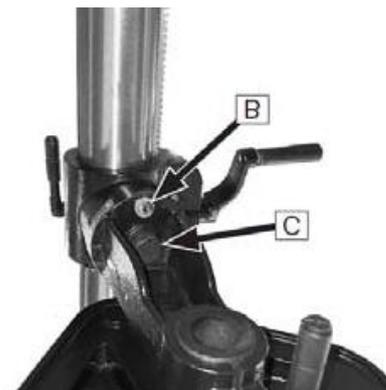

Рис. 12
1. Затяните винт с головкой (см. В на Рис. 12), чтобы вытащить фиксирующий конический штифт из кронштейна стола.
2. Ослабьте шестигранный болт (см. С на Рис. 12), чтобы наклонить стол. Ослабляйте шестигранный болт лишь слегка, иначе стол отсоединится от колонны и упадет.
3. Затяните шестигранный болт (см. С на Рис. 12).
Если вы возвращаете наклон стола в положение 0°, установите узел конического штифта (см. В на Рис. 12) и ослабьте винт с головкой для фиксации. Возможно, вам потребуется постучать по узлу мягким молотком, чтобы полностью зафиксировать конический штифт.